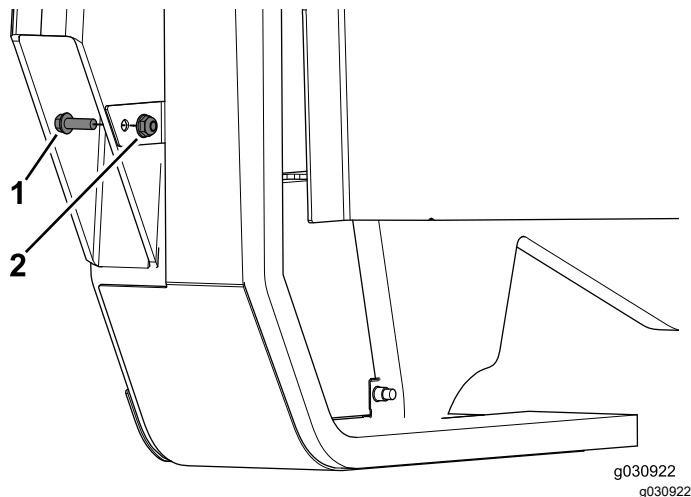

Figure 31
- Utilisez un boulon (1/4" x 3/4") et un écrou à embase (1/4") pour terminer le montage du panneau (Figure 31).